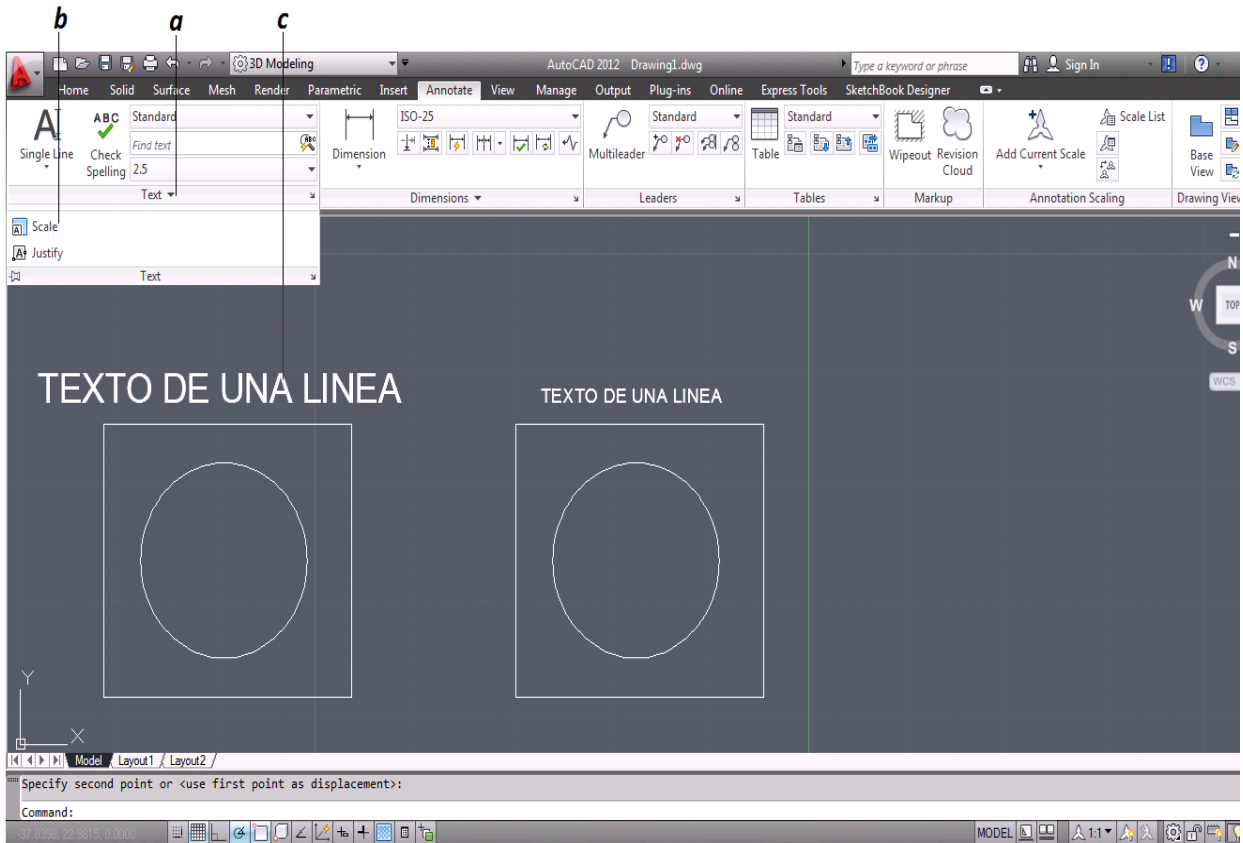

Figura 3.61 Texto “Escala de Texto”
- a. Se selecciona la flecha Texto [Text] en el grupo Anotacion [Annotate] para desplegar las opciones (*figura 3.61*).
- b. Se selecciona la opción escala [Scale] para activar el comando (*figura 3.61*).
- c. Se selecciona el texto a escalar (*figura 3.61*).